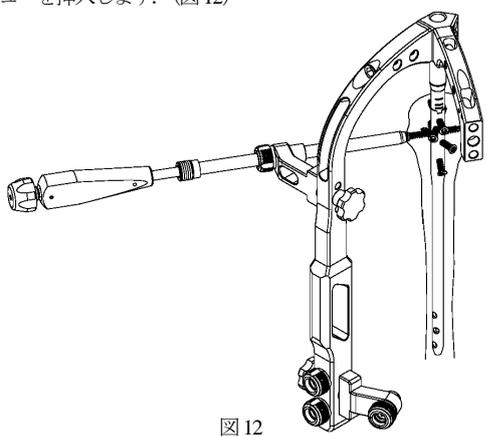

図 12
- 6) ネイルを翻空へ挿入し、ショートネイルの手技に従い近位部にスクリーを挿入します。(図 12)